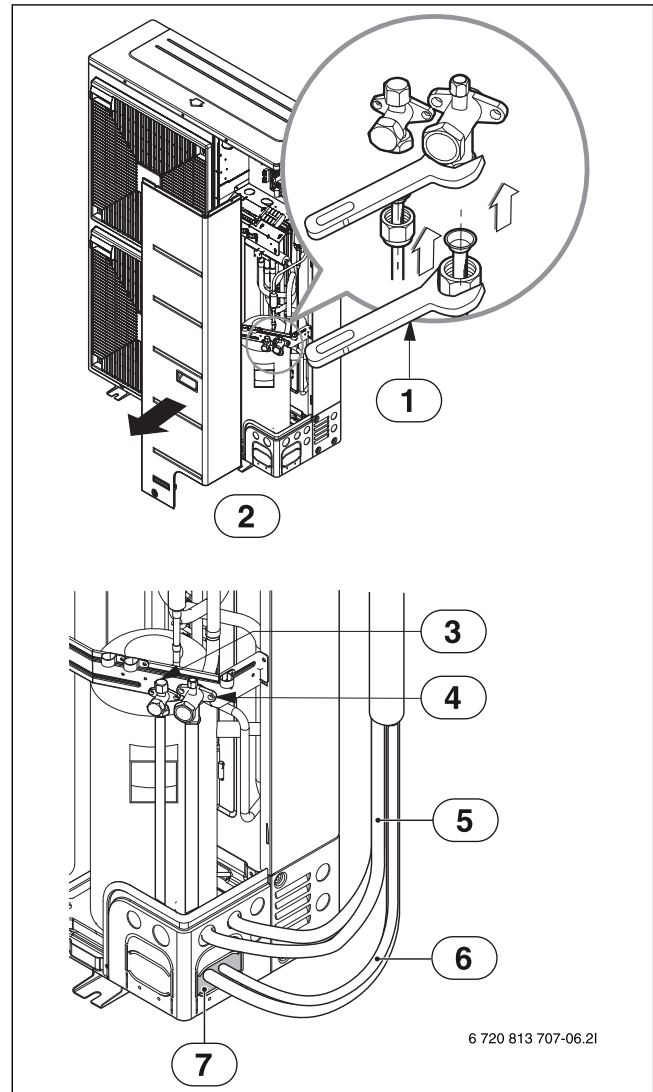

Рис. 24
- Уплотните трубные проходы мастикой или изоляционным материалом (предоставляет заказчик). При этом все отверстия должны быть закрыты (→ рис. 24).